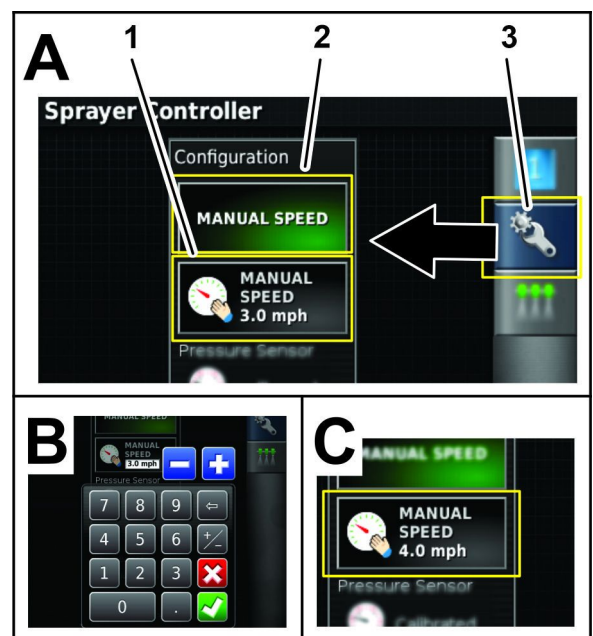

Figura 179
6. Premete l'icona VELOCITÀ MANUALE (Figura 179).
7. Premete l'icona di Inserimento manuale della velocità (Figura 179).
8. Con il tastierino sullo schermo, inserite la velocità simulata e premete l'icona Conferma (Figura 179).